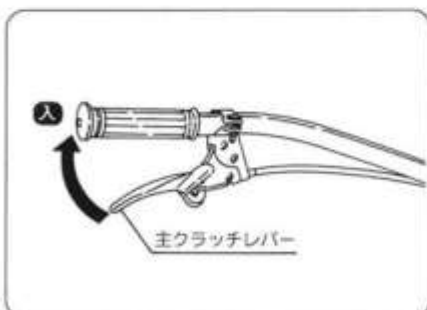

図35
- 主クラッチレバー「入」位置にしてベルトが確実に張れているか確認してください。(図35)